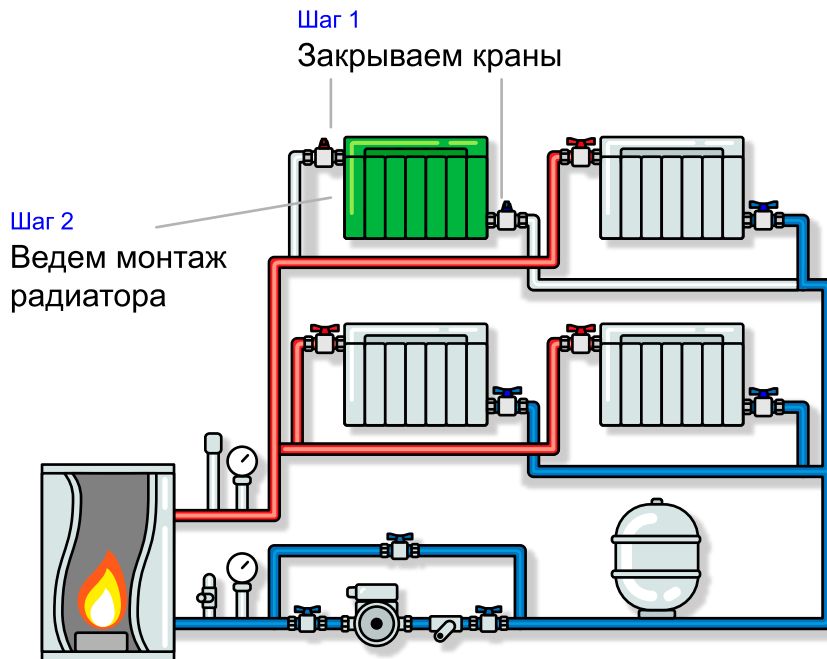

Рис. 10. Монтаж фитингов для систем отопления (1-ый этап)
2. Перекрываем краны на входе и на выходе (рис. 10 шаг 1). Монтируем радиатор (рис. 10 шаг 2).